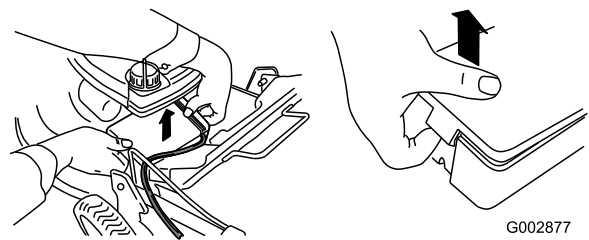

Bild 40
1. Lösen Sie die beiden Clips an der Batteriefachabdeckung und nehmen Sie sie ab (Bild 40).